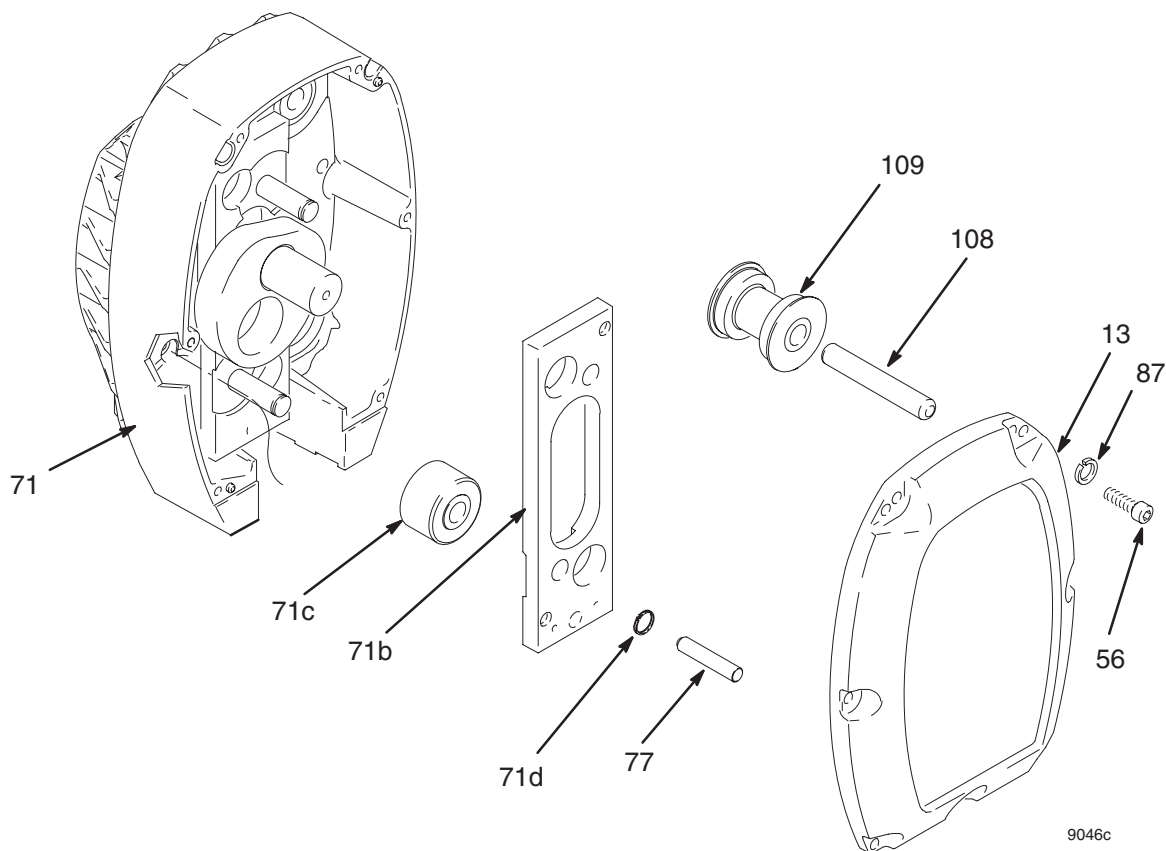

Fig. 5
3. Fig. 5. Retire los seis tornillos de cabeza (56), las arandelas de seguridad (87) y el conjunto de la tapa (13).